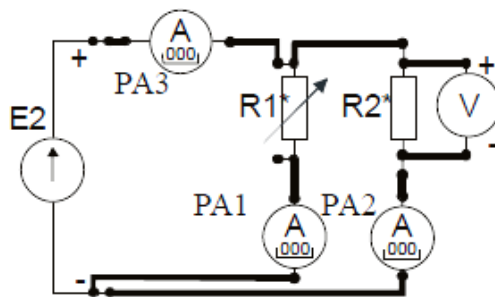

Рисунок 9
4. Собрать электрическую цепь с параллельным соединением резисторов (рис. 9), выбрав элементы цепи и величину напряжения питания в соответствии с заданным вариантом (табл. 10). Представить схему для проверки преподавателю.